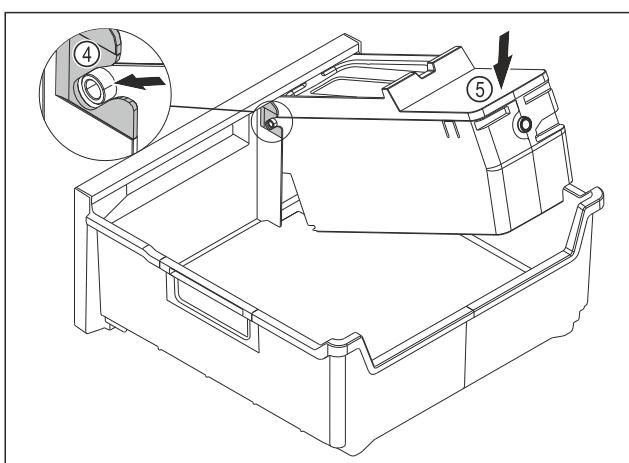

Fig. 147
- ▶ Смонтируйте корпус EasyTwist-Ice: Вставьте оси корпуса EasyTwist-Ice в направляющие Fig. 147 (4).
- ▶ Вдавите корпус EasyTwist-Ice Fig. 147 (5) вниз.